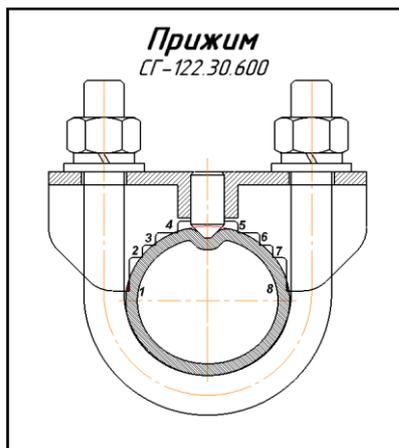

Рисунок 18.4 – Затяжка прижимов граблин комбинированного шлейфа
5) После установки угла наклона пружинных пальцев необходимо произвести затяжку скоб крепления крутящим моментом от 82 до 90 Н·м. Затяжку гаек скобы прижима граблин шлейфа следует производить равномерно, не допуская перекоса. После затяжки гаек крепления ВСЕ зубья прижима (8 шт., рисунок 18.4) должны врезаться в трубу на глубину не менее 1 мм.